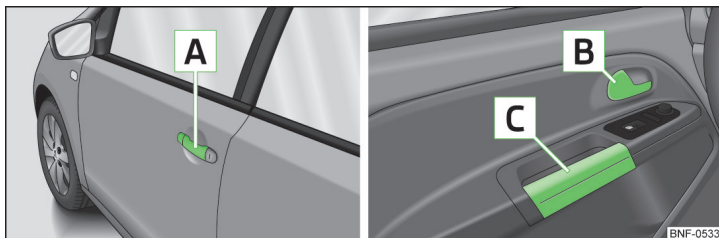

Bild 26 Dörrhandtag/dörröppningshandtag
- Dra i dörrhandtaget **A** » bild 26 på respektive dörr.